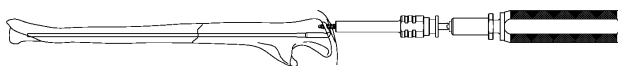

図 11
- 10) 3.5 ロッキングキャンセラスクリューホルダーをヘクスローブ 10 パワーピンドライバーに取り付け、ドライバー後端にトルクリミッター付きハンドル 1.0 を接続します。尺骨ロッキングロッドのスクリー固定部をドリリング穴に対してずれが生じないように保持しながら、ドライバー軸芯を傾けないよう、選択した長さのロッキングスクリーをスクリーホルダー先端がスクリー固定部に当接する前まで挿入します。(図 11)